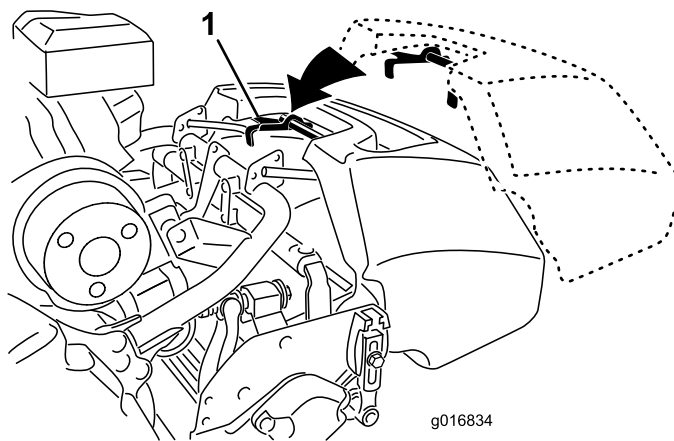

Рисунок 9
1. Возьмите корзину за ручку (Рисунок 9).
2. Вставьте кромку корзины между боковыми пластинами режущего блока и над передним валиком (Рисунок 9).
3. Зацепите крюки корзины за петлю рамы (Рисунок 9).